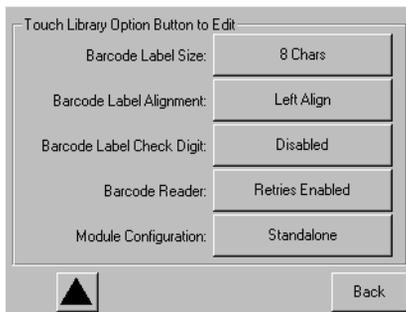

図3-3: [Module Configuration]選択画面
- ディスプレイの下部に[Module Configuration]メニュー オプションが表示されるまで、下向きの矢印( )を押します(図3-3を参照)。
4. ディスプレイの下部に[Module Configuration]メニュー オプションが表示されるまで、下向きの矢印（)を押します（図3-3を参照）。